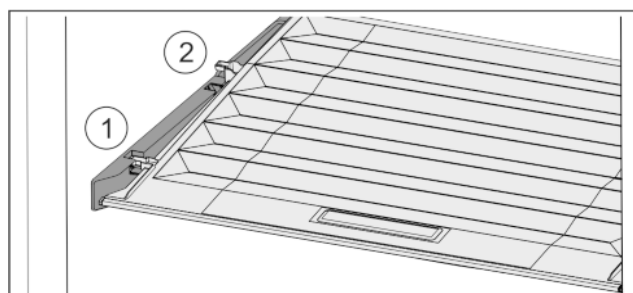

Fig. 33
- ▶ Trageți capacul în față Fig. 33 (1) până la orificiul din piesele suportului.
- ▶ Ridicați în spate de jos și scoateți Fig. 33 (2) în sus.